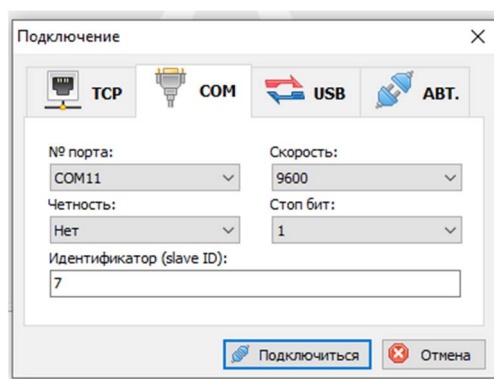

Рисунок 6 – Окно «Подключение».
Установка связи происходит при нажатии кнопки «Подключиться» . В появившемся окне (рисунок 6) необходимо выбрать тип подключения (COM), номер порта, четность (нет), адрес устройства, скорость подключения, стоп бит (1) и нажать кнопку «Подключить». Если связь установлена, появится вкладка, отображающая данные, поступающие с каналов дискретного ввода. На вкладке «Конфигурация» можно посмотреть текущие настройки модуля.